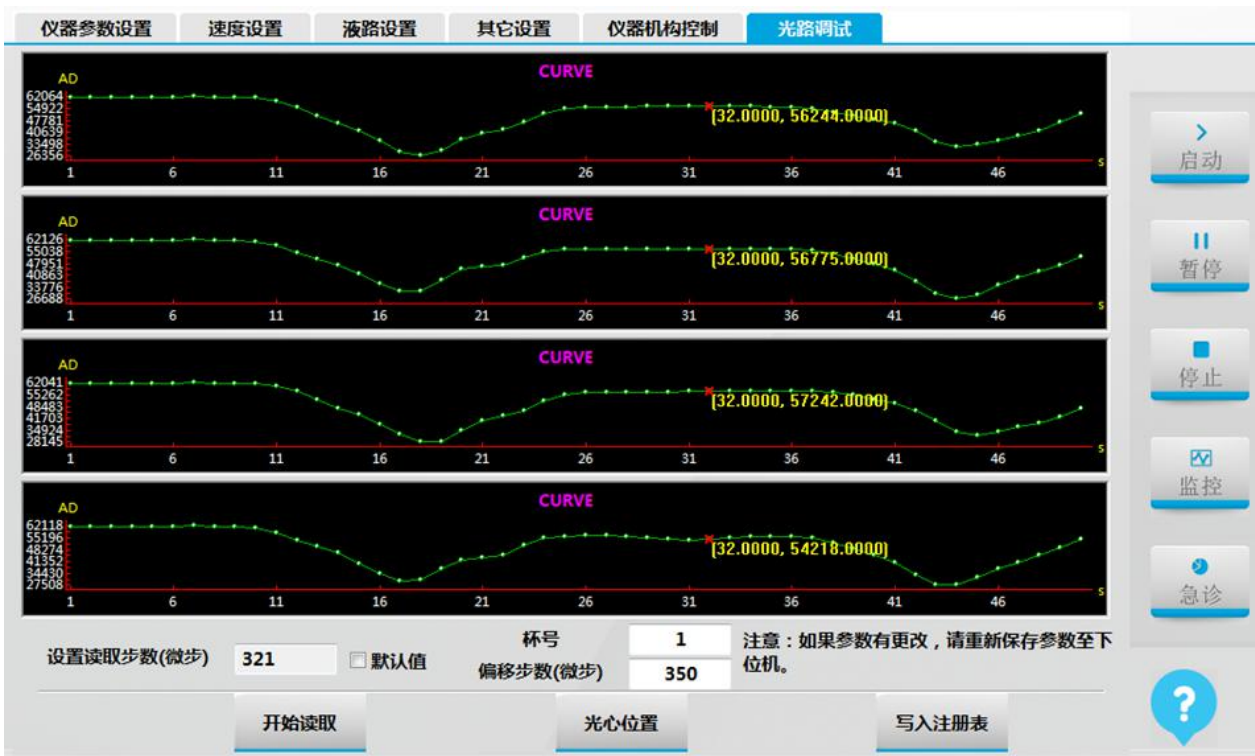

图 5-36 光路调试界面
4. 根据软件读取的 4 个 A/D 信号曲线，选取 A/D 信号值为 56000 ± 4000 较平稳的信号点，作为 AD 信号采集点。如图 5-36 所示。